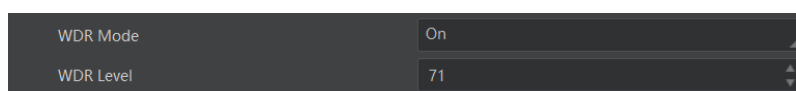

图12-15 WDR Level 设置
- 当 *WDR Mode* 参数选择 *on* 时，宽动态模式打开，通过 *WDR Level* 参数对 WDR 的效果进行设置，如图 12-15 所示。